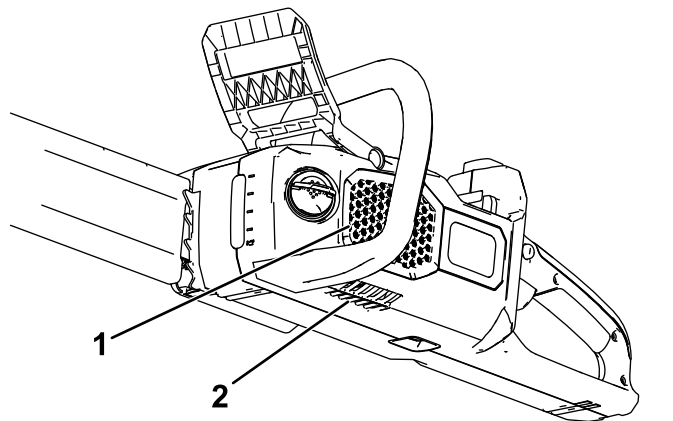

Figura 6
1. Certifique-se de que as ventilações na motosserra não têm sujidade nem detritos (Figura 6).